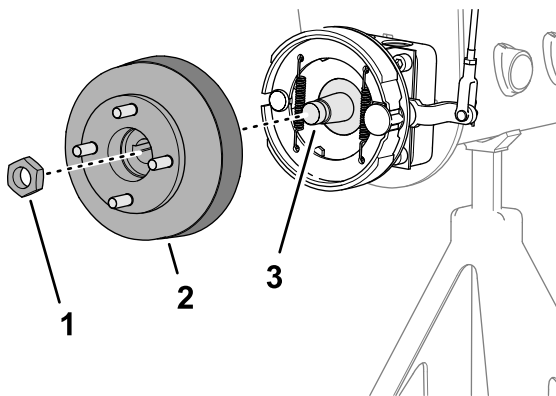
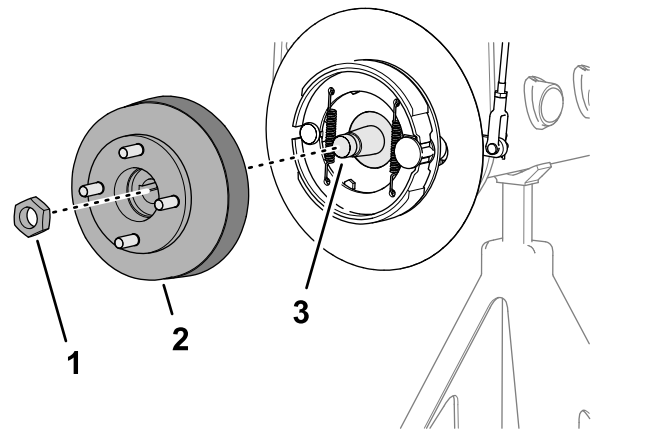

Figura 63
Figura 64
- Retire la contratuerca que sujeta el cubo al eje del motor de rueda (Figura 63 o Figura 64).
- Utilice el extractor de cubos de rueda especificado para retirar el cubo de la rueda y el tambor de freno del eje del motor de rueda (Figura 63 o Figura 64).